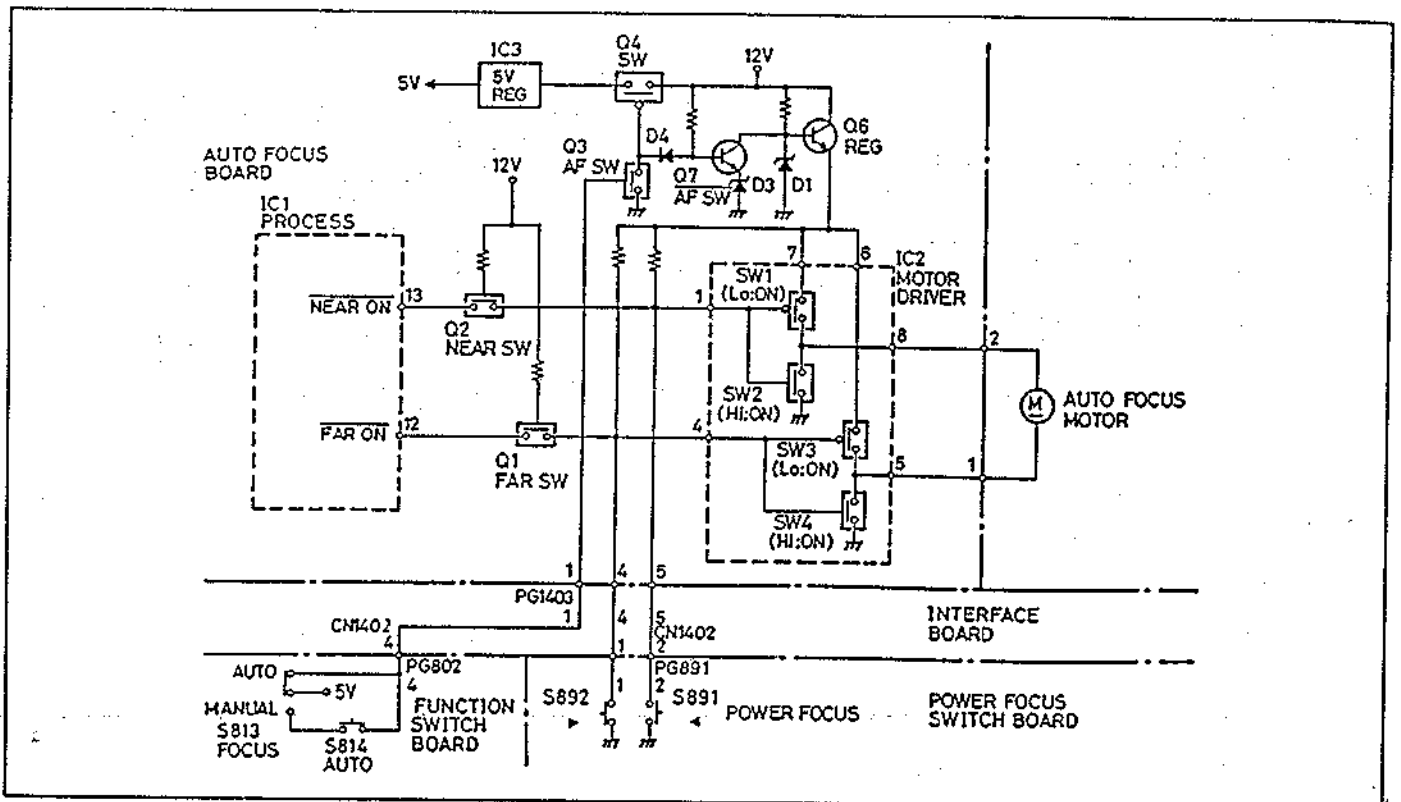

Abb. 2-23 Autofokus-Motor-Treiberkreis
**3-4 Motor-Treiberkreis (Abb. 2-23)**
(1) Motor-Treiberkreis